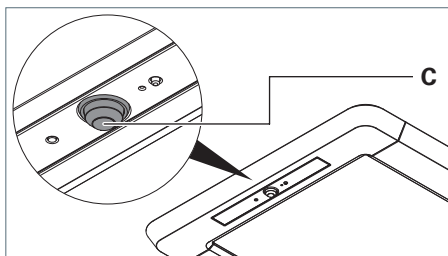
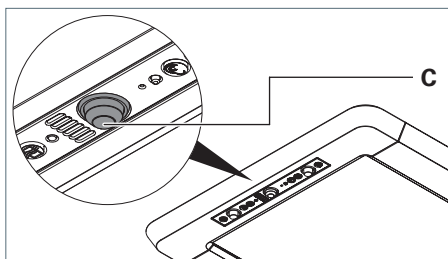

Fig. 29: Sensore PIR, versione R.
Fig. 30: Sensore PIR, versione RX.
- Posizionare la testa a sfera **C** del sensore PIR nella direzione desiderata, vedere Fig. 29 e vedere Fig. 30.